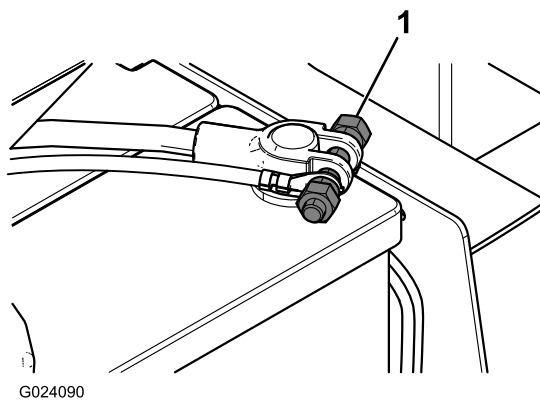

Figura 18
9. Remova o equipamento existente nos terminais da bateria e instale os parafusos de porca dupla (**Figura 18**).